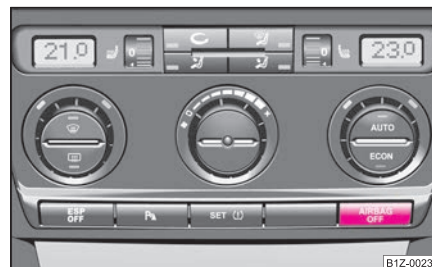

Fig. 173 Testigo de control para airbag frontal del acompañante
- Si los airbags están desconectados, esto se señalará en la parte central del cuadro de instrumentos al encenderse el testigo de control **AIRBAG OFF** ⇒ página 175, fig. 173.
- Compruebe que, con el encendido conectado, el testigo de control del airbag **AIRBAG OFF** luce en la parte central del cuadro de instrumentos ⇒ fig. 173.
- Compruebe que, con el encendido conectado, el testigo de control del airbag **AIRBAG OFF** no luce en la parte central del cuadro de instrumentos ⇒ fig. 173.
El testido de control del airbag se encuentra en la parte central del cuadro de instrumentos ⇒ fig. 173.